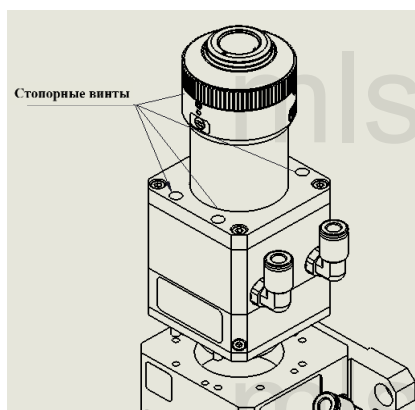

Рисунок 11 Коллимационный модуль (СМ)
- С помощью шестигранного ключа на 3 мм открутите винты над коллимирующим зеркалом оптоволокну, как показано на Рис. 11. Поместите его в чистое место;